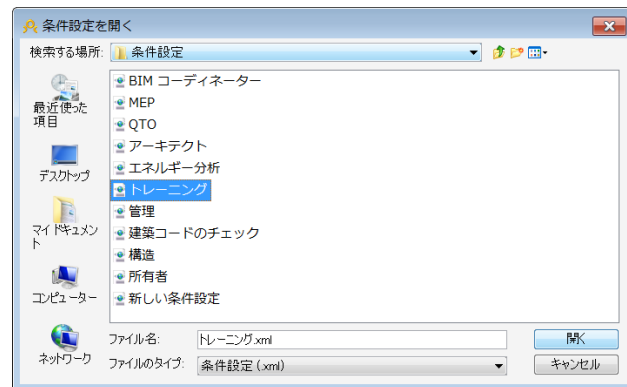

図5 「トレーニング」の条件設定を選択
7) スタートアップガイドでは「トレーニング」の条件設定を利用してください。(図5を参照) この条件に関連付けられているルールセット、分類および情報取り出しの定義が一覧に表示されます。